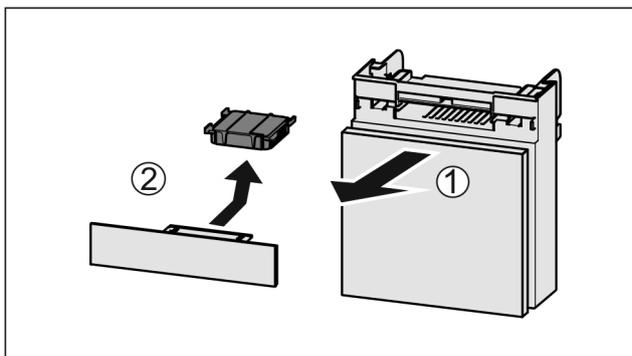

Fig. 134
- ▶ Retire el compartimiento hacia delante Fig. 134 (1).
- ▶ Retire el filtro de carbón activo Fig. 134 (2).